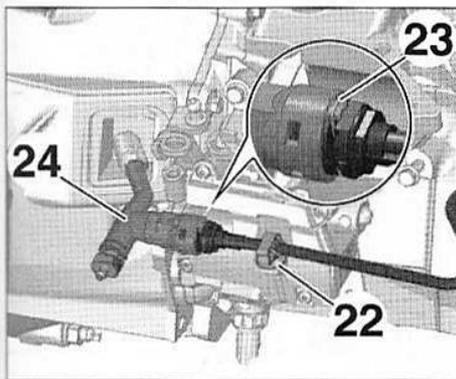

FIG.115
- Déposer (Fig.115) :
- la fixation (22),
- l'agrafe (23),
- Ecarter la canalisation hydraulique d'embrayage (24).